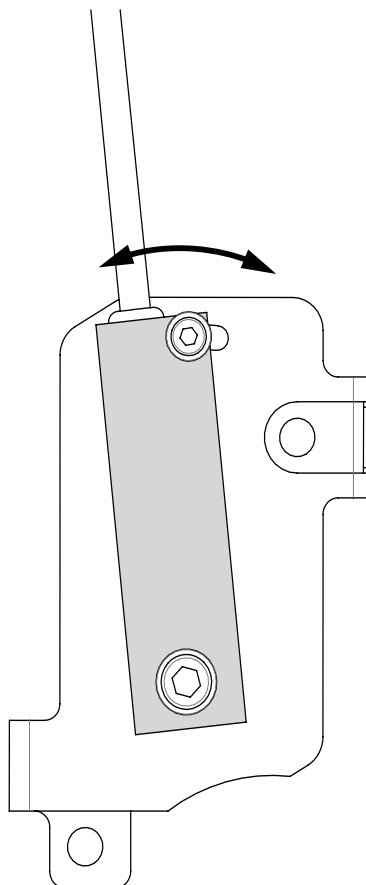

Bild 32. Justering av vinkelgivare.
2. Om inte vinkeln är -10 grader. Lossa de två skruvarna som håller IFM vinkelgivaren utan att ta bort dem. Se Bild 32.
3. Justera vinkelgivaren och dra åt skruvarna. Se Bild 32. Återupprepa punkt 1 till 3 tills plattformen stannar vid -10 grader.